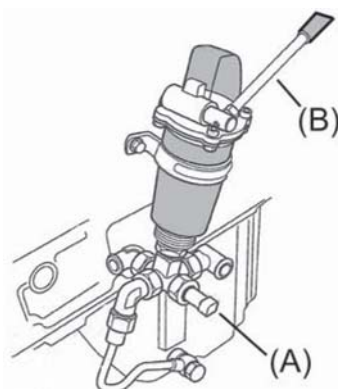

Рис. 4.1.
Откачку отработанного масла производите при помощи ручного насоса (см. рис. 4.1). Установите рукоятку (B) и переведите переключатель (A), расположенный под корпусом насоса, в положение откачки масла. Подсоедините шланг к насосу и откачайте масло в подходящую емкость. Утилизируйте отработанное масло в соответствии с местными правилами.